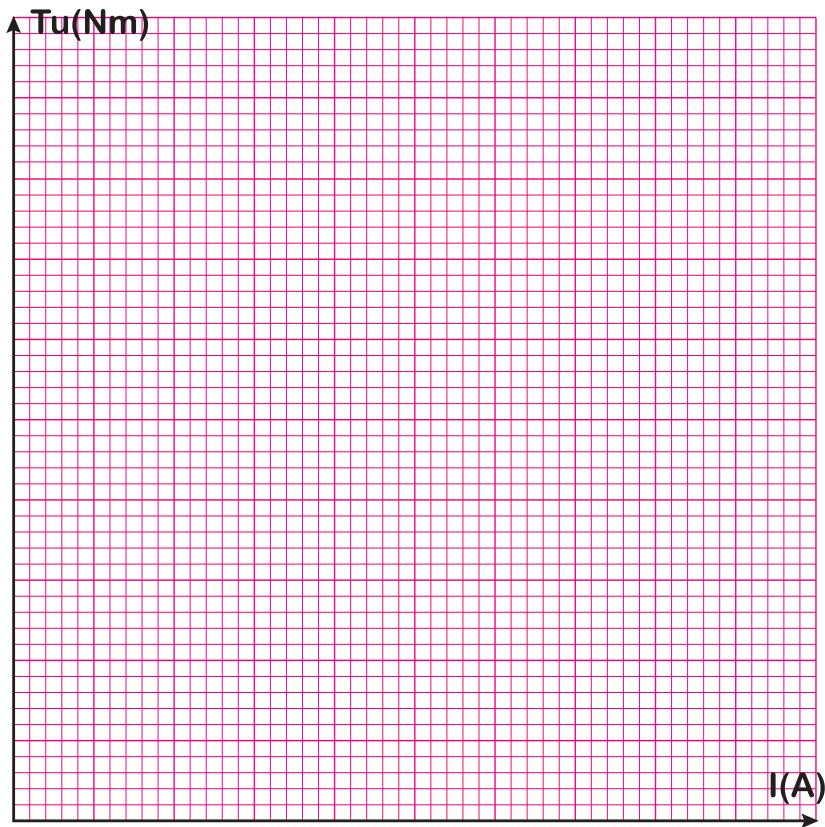

Figure 18
5.3. Dédire le tracé de la caractéristique du couple électromagnétique $T_{em}(I)$ sur la figure 18.